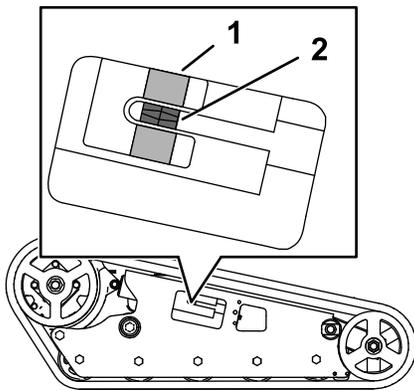

図 58
テンションブロックがデカルの緑色のガイドに整列していること、またはテンションチューブの槽の後端から 13 mm 離れていることを確認してください 図 58。
4.  $\frac{1}{2}$ " のドライブラチェットを使用して、テンションねじを回して、テンションブロックをデカルの緑色のガイドに整列、またはテンションチューブの槽の後端から 13 mm の距離にセットする 図 58。
8. テンションブロックがデカルの緑色のガイドに整列していること、またはテンションチューブの後端から左右共に 13 mm 離れていることを確認してください 図 58。必要に応じて調整する。